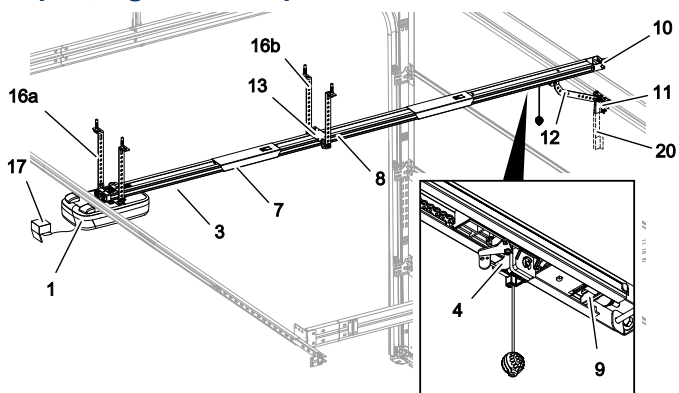

Fig. 1: vue d'ensemble du produit - monté
Dépliez complètement le rail de traction (3 et 8). Faites coulisser le raccord (7) jusqu'à ce que la séparation du rail soit placée en son milieu. Au besoin, retendez la chaîne ou la courroie crantée (fig. 1).